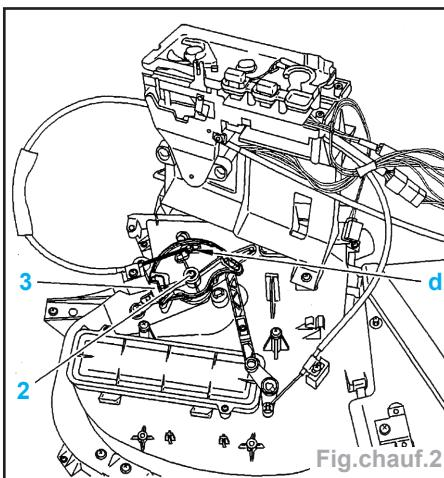

Fig.Chauf.2
- Déclipper le câble de commande des volets de distribution en «d» (Fig.Chauf.2).
- la vis (2),
- le secteur rotatif (3).